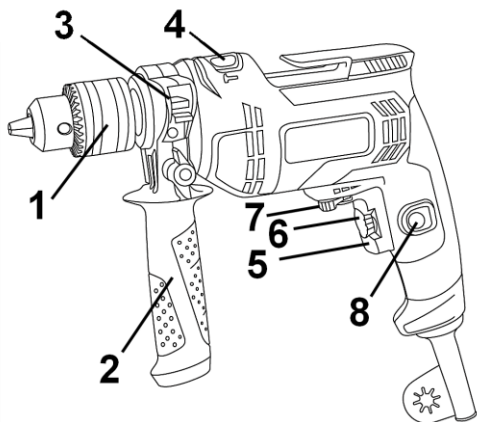

Рисунок 1
3.4.1 Изделие имеет два режима работы: ударно-вращательный и вращательный. Переключение режимов работы изделия осуществляется переводом переключателя (5) (см. рис. 1) из одного крайнего положения в другое в сторону соответствующего символа режима работы:
- Ударно-вращательный режим – переключатель (4) должен быть переведен до упора в сторону символа .
- Вращательный режим – переключатель (4) должен быть переведен до упора в сторону символа .
5.2 Выберите необходимый режим работы изделия с помощью переключателя (4) (см. рисунок 1).
Переключение режимов работы изделия осуществляется переводом переключателя (4) (см. рис. 1) из одного крайнего положения в другое в сторону соответствующего знака режима работы: